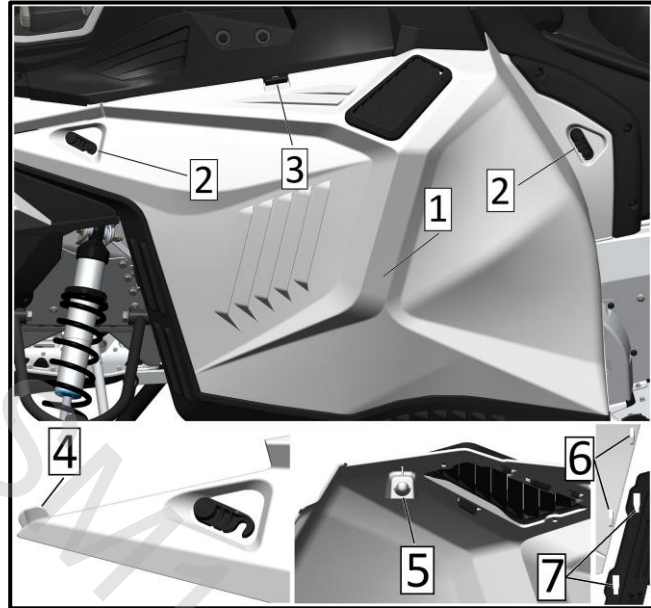

Рис. 36
3. Отогните заднюю часть панели (поз. 1, рис. 36) на себя на 1–1,5 см, чтобы фиксирующий винт вышел из зацепления с панелью.
4. Отщелкните штыревой фиксатор (поз. 5, рис. 36), наружу в верхней задней части боковой панели (поз. 1, рис. 36).
6. Извлеките передние фиксаторы (поз. 6, рис. 36) из передних профилированных отверстий (поз. 7, рис. 36) движением вверх.